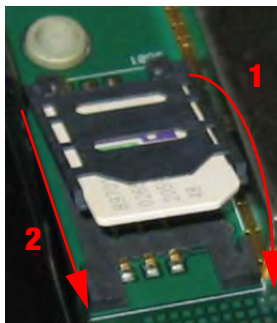

Рисунок 2-4. Установка SIM-карты
5. Переведите держатель SIM-карты в положение LOCK (закрыто). Убедитесь, что он плотно закрылся (Рис. 2-4).